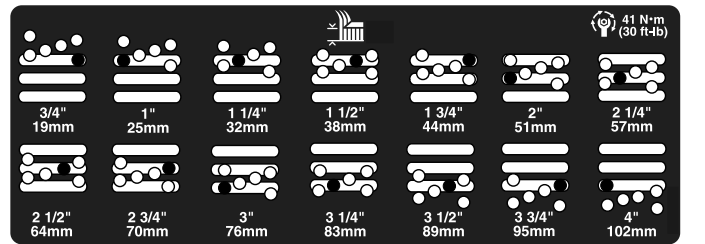

Figura 26
5. Mueva la cámara a la altura deseada e instale el espaciador en el taladro y la ranura de altura de corte deseados (Figura 26)